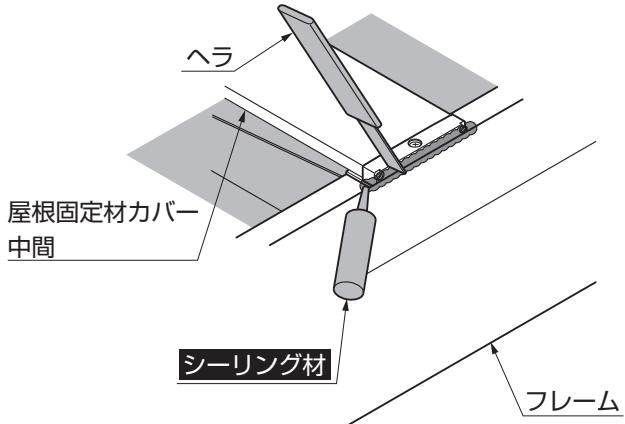
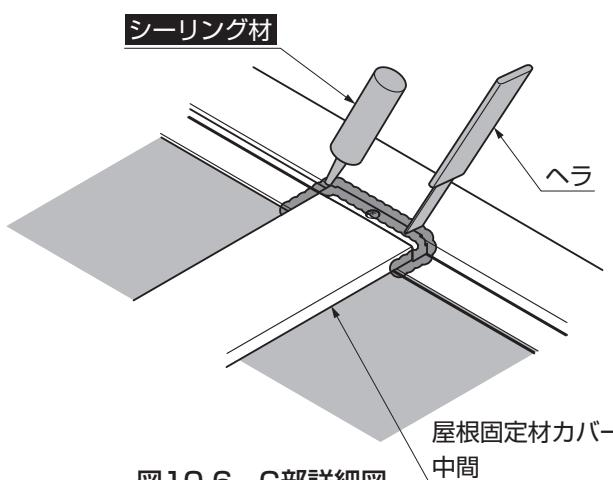

図10-5 C部詳細図
図10-6 C部詳細図
③C部シングル屋根のフレーム、固定材キャップ中間の接合部へシーリング処理をしてください。(図10-5、図10-6参照)